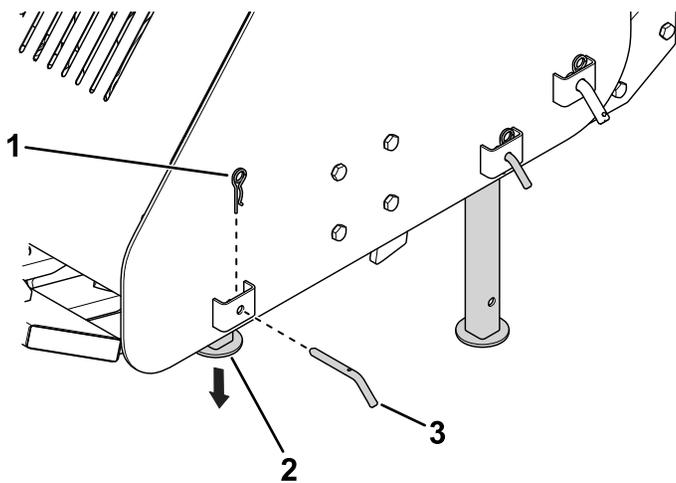

Figura 23
- Baje los soportes del apero (Figura 23).